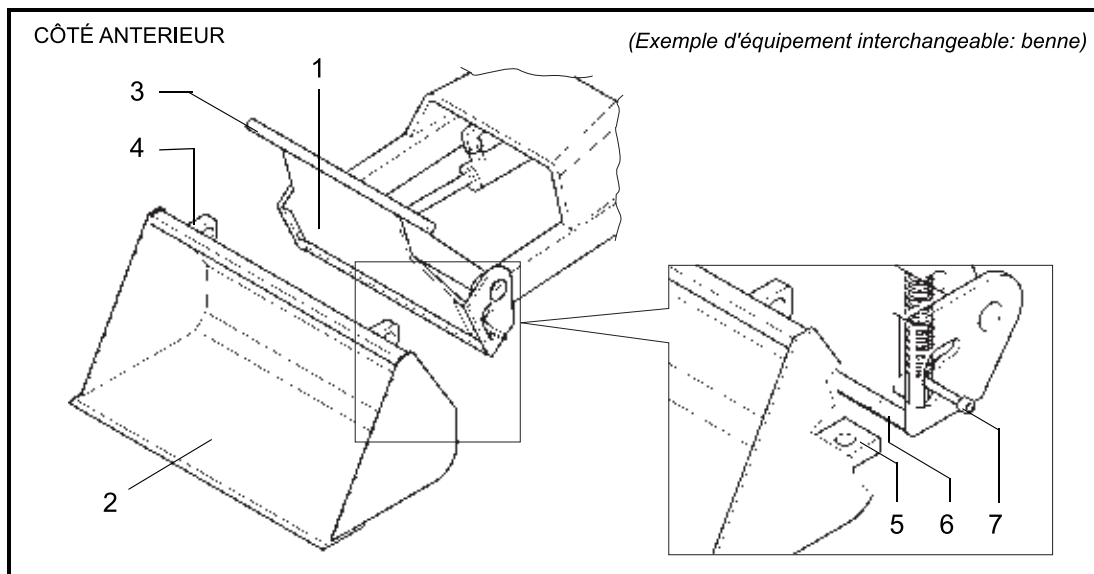

FIG. 26 (Connexion et bloc de l'équipement interchangeable)
- 2- S'approcher avec la partie antérieure de la machine à l'équipement interchangeable à installer (FIG.26-Réf2);
- 4- Installer l'équipement interchangeable sur la plaque connexion équipement placée sur le bras de levage de la machine (**FIG.26-Réf1**) selon les "instructions pour l'emploi et entretien" fournies par le Producteur de l'équipement;
- 5- Brancher les points d'accrochage supérieures de l'équipement interchangeable (**FIG.26-Réf4**) dans les respectifs points d'accrochage supérieurs de la plaque connexion équipement (**FIG.26-Réf3**);
- 6- Brancher les points d'accrochage inférieurs de l'équipement interchangeable (**FIG.26-Réf5**) dans les respectifs points d'accrochage inférieurs de la plaque connexion équipement (**FIG.26-Réf6**) désaccrochant la fiche de blocage (**FIG.26-Réf7**) jusqu'à la complète connexion (vis de fond oeillet);